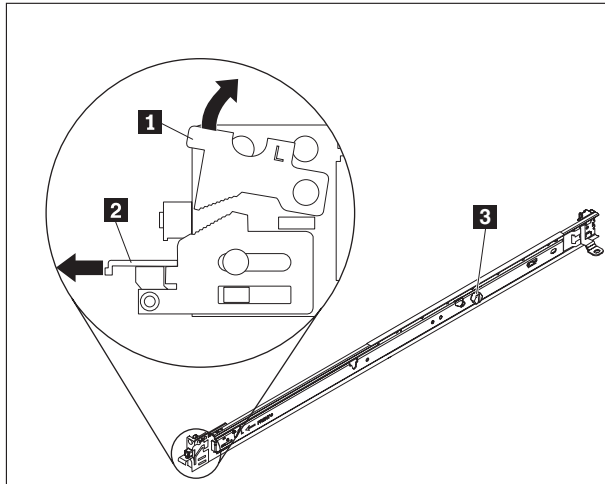

Figura 6. Vista de los rieles de deslizamiento
1. Abra los mecanismos de cierre de los rieles de deslizamiento frontales, tal como se muestra en la Figura 6 en la página 18.